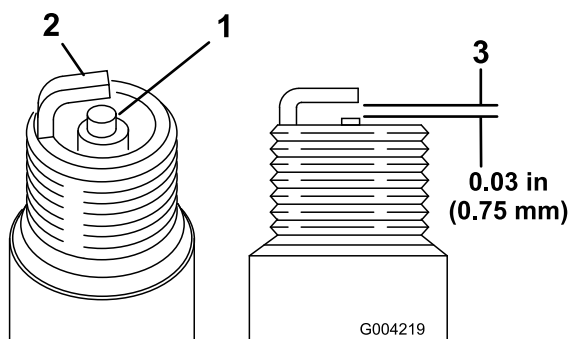

Figure 39
1. Examinez le centre des bougies (Figure 39). Si le bec de l'isolateur est recouvert d'un léger dépôt gris ou brun, le moteur fonctionne correctement. S'il est recouvert d'un dépôt noir, cela signifie généralement que le filtre à air est encrassé.
2. Contrôlez l'écartement entre l'électrode centrale et l'électrode latérale (Figure 39).
3. Courbez l'électrode latérale (Figure 39) si l'écartement est incorrect.